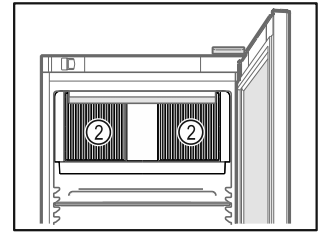

Fig. 48
- Păstrați libere fanțele de ventilație Fig. 48 (2) ale suflantei de recirculare a aerului din interior.